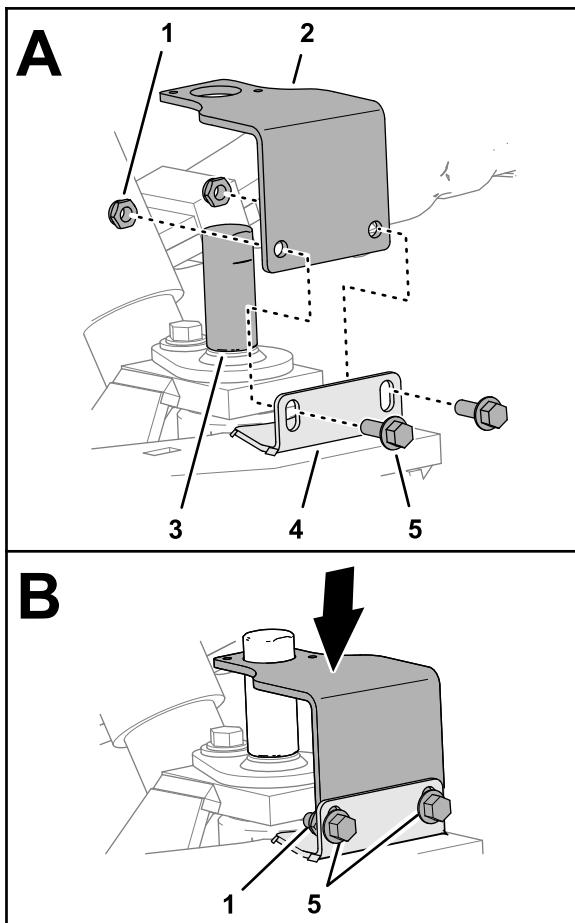

図7
- センサーブラケットを調整ツールとスピンドルのフランジのスロットの上に位置合わせする(図7)。
- 2つのフランジヘッドキャップネジ ( $\frac{1}{4} \times \frac{3}{4}$ ) と2つのロックナット ( $\frac{1}{4}$ ) を使って、ブラケットをフランジ(図7)に仮止めする。
- ブラケットをスピンドルのフランジのスロットの底に配置し、フランジヘッドキャップスクリューとロックナットを締める(図7)。